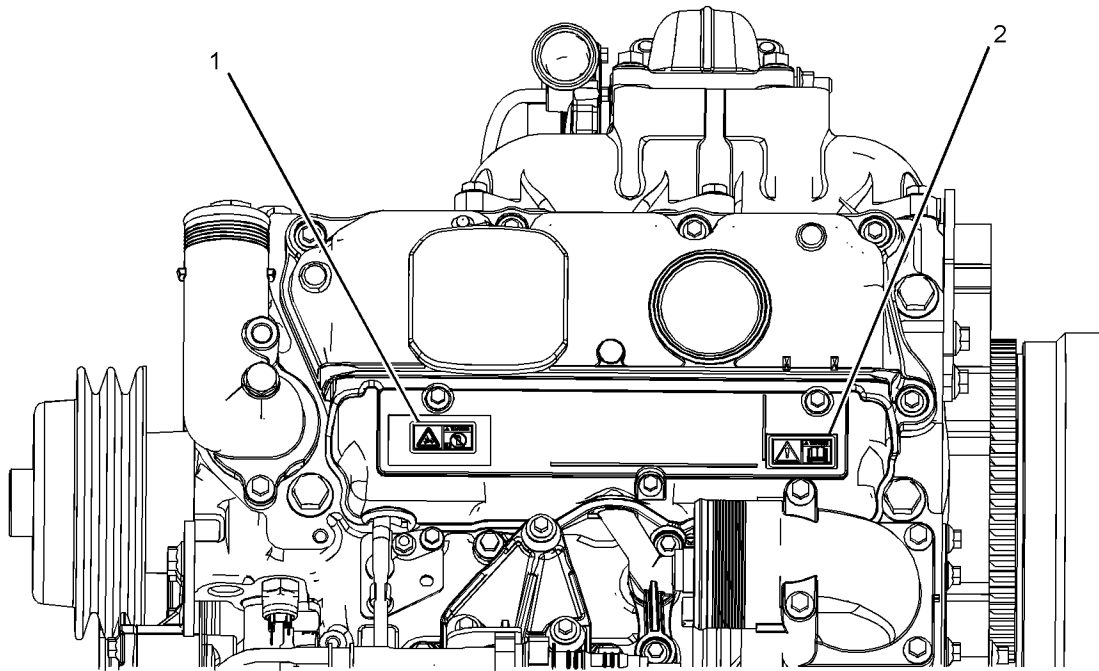

Abbildung 2
Der allgemeine Warnaufkleber (2) befindet an beiden Seiten des Sockels des Ventilmechanismusdeckels. Siehe Abbildung 2 .
Das Äther-Warnschild (1) befindet sich auf dem vorderen Ende des Ansaugkrümmerdeckels. Siehe Abbildung 2 .